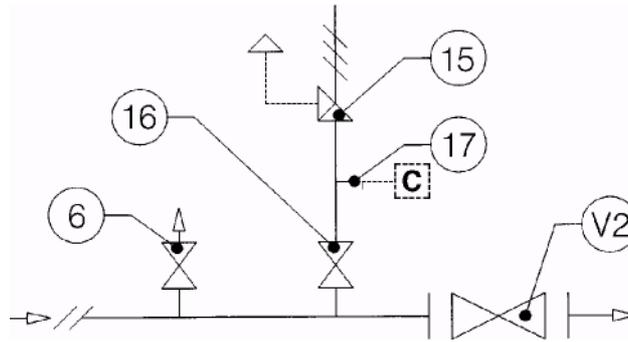

Рис.6
3.1.2 УСТАНОВКА С ЗАПОРНЫМ КЛАПАНОМ (РИС. 6)